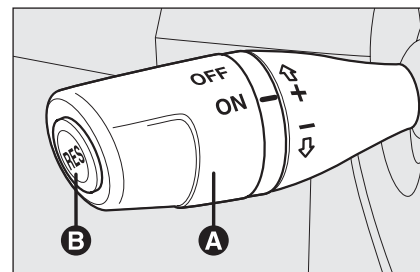

fig. 47
Tourner le sélecteur **A - fig. 47** en position **ON**.
- tourner le sélecteur **A - fig. 47** sur **ON** et appuyer sur la pédale de l'accélérateur jusqu'à atteindre la vitesse souhaitée ;
- appuyer sur le bouton **RES B - fig. 47**.
- en appuyant sur la pédale de l'accélérateur ; dans ce cas, le système n'est pas effectivement désactivé mais la demande d'accélération a la précedence sur le système ; le Cruise Control reste quand même actif, sans avoir besoin d'appuyer sur le bouton **RES B - fig. 47** pour revenir aux conditions précédentes une fois l'accélération terminée.